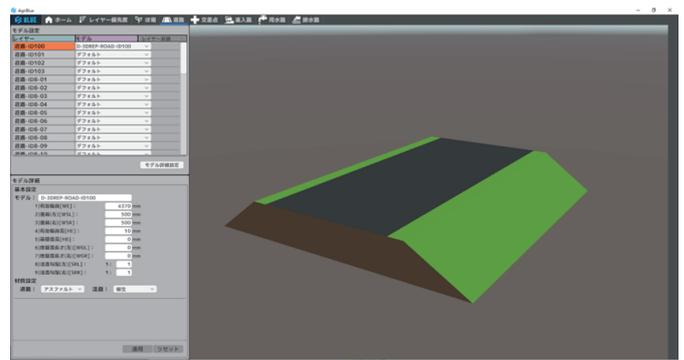

図2 道路の形状パラメータの設定画面
- ユーザーは各構造物の形状パラメータを変更することで、幅、高さ、法面勾配、隅切りなどを自在に編集可能です(図2)。